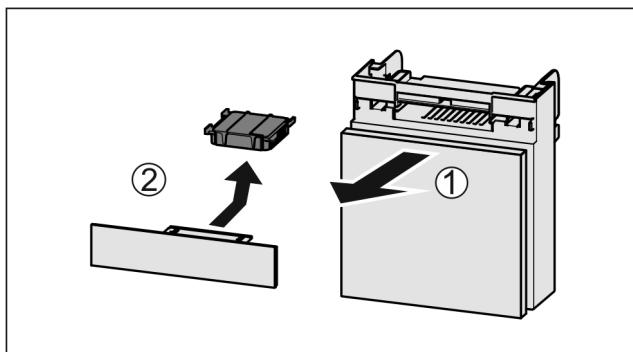

Fig. 148
- Вытянуть Fig. 148 (1) отделение движением вперед.
- Извлечение Fig. 148 (2) фильтра с активированным углем.